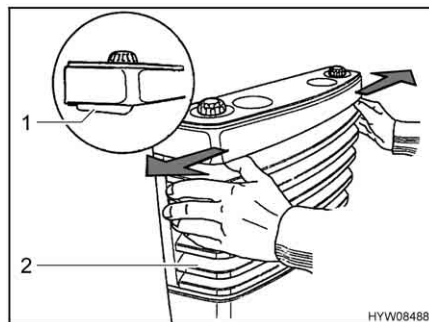

Bild 137 Heizungsverkleidung abnehmen
- Heizungsverkleidung (Bild 137,2) abnehmen. Dazu die beiden Verschlusshebel (Bild 137,1) gleichzeitig nach außen drücken und Verkleidung nach vorn klappen.